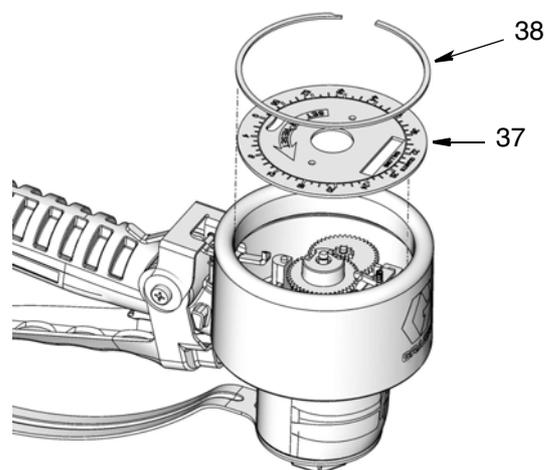

FIG. 28
4. Retire el clip de retención grande (38) y después el panel de la placa frontal (37) (FIG. 28).